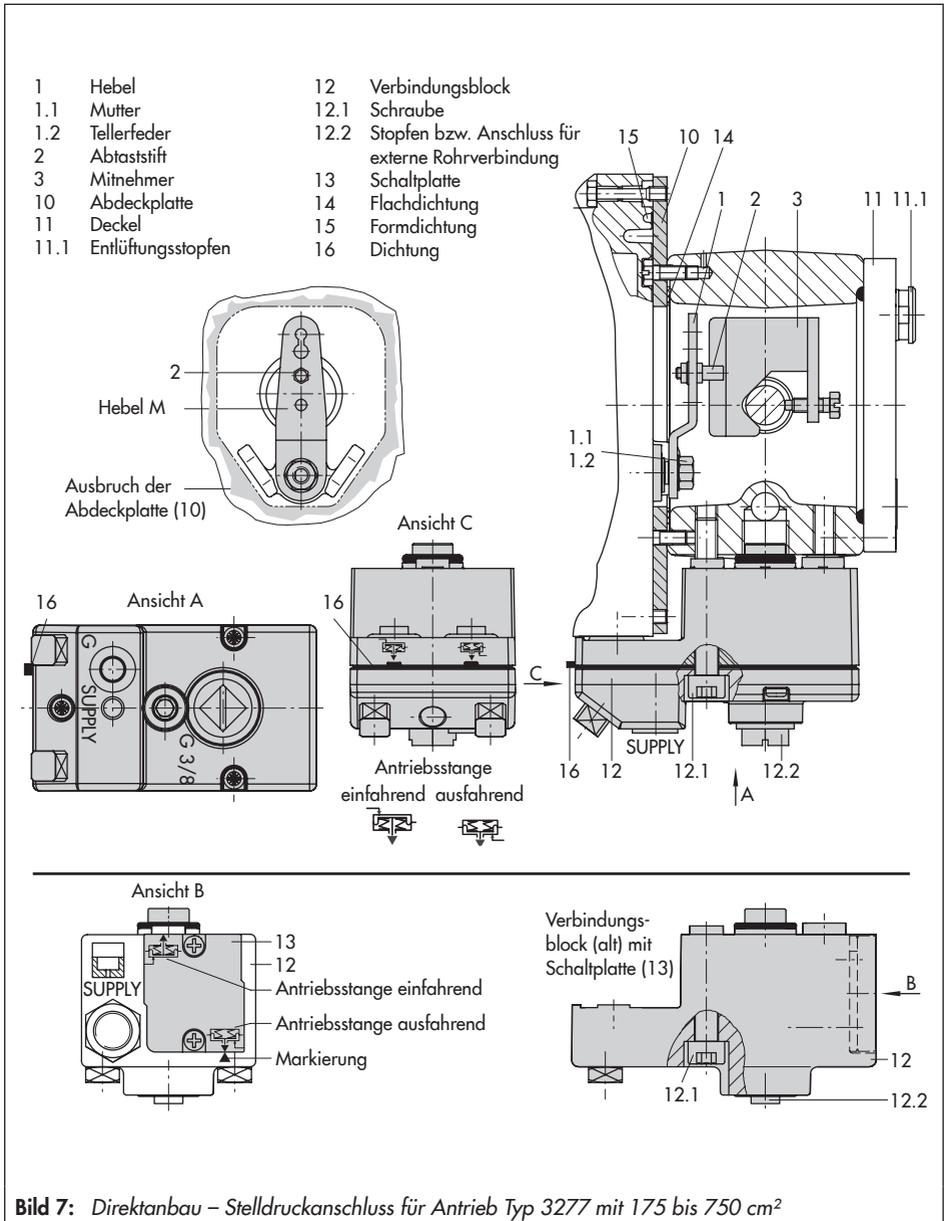

Bild 7: Direktanbau – Stelldruckanschluss für Antrieb Typ 3277 mit 175 bis 750 cm2
#### Antriebe mit 175 bis 750 cm2 (vgl. Bild 7)
1. Mitnehmer (3) an die Antriebsstange setzen, ausrichten und so festschrauben, dass die Befestigungsschraube in der Nut der Antriebsstange sitzt.
2. Abdeckplatte (10) mit schmaler Seite des Ausbruchs (Bild 7 links) in Richtung zum Stelldruckanschluss befestigen, die aufgeklebte Flachdichtung (14) muss zum Antriebsjoch zeigen.
3. Bei Antrieben mit 355/700/750 cm2 am Hebel **M** (1) auf der Stellungsregler-Rückseite den Abtaststift (2) aus Stiftposition **35** lösen und in die Bohrung für Stiftposition **50** umsetzen und verschrauben.
6. Kontrollieren, ob die Zunge der Dichtung (16) seitlich am Verbindungsblock so ausgerichtet ist, dass das Antriebsymbol für „Antriebsstange ausfahrend“ bzw. „Antriebsstange einfahrend“ mit der Ausführung des Antriebs übereinstimmt. Andernfalls müssen die drei Befestigungsschrauben entfernt, die Deckplatte abgehoben und die Dichtung (16) um 180° gedreht wieder eingelegt werden.
Beim alten Verbindungsblock (Bild 7 unten) muss die Schaltplatte (13) so gedreht werden, dass das entsprechende Antriebssymbol zur Pfeilmarkierung ausgerichtet ist.
7. Verbindungsblock (12) mit seinen Dichtungen an Stellungsregler und Antriebsjoch ansetzen und mit Befestigungsschraube (12.1) festziehen. Bei Antrieb